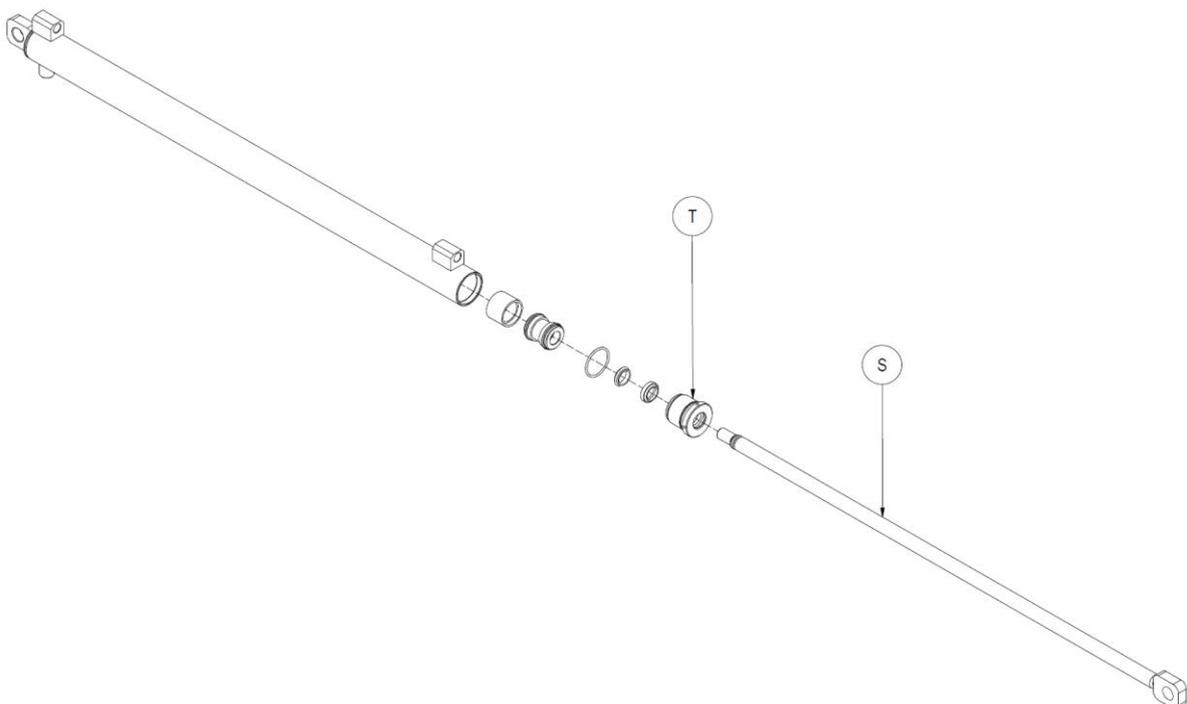

Figura 19
8. Referirse a la *Figura 19*.